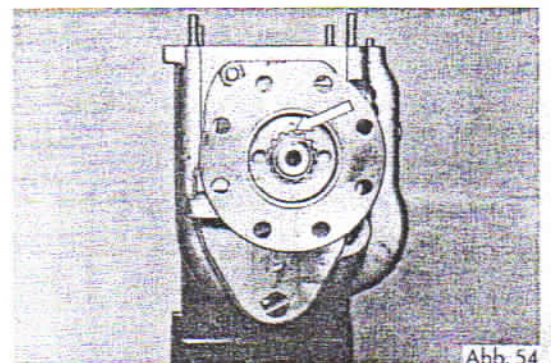

Abb. 54
48. Mitnehmer auf Hauptwelle aufsetzen, dabei auf die alte Einbaustellung; die durch Körnerschlag gekennzeichnet ist, achten (Abb. 54). Sicherungsblech aufsetzen, Befestigungsmutter aufschrauben, fest anziehen und sichern.